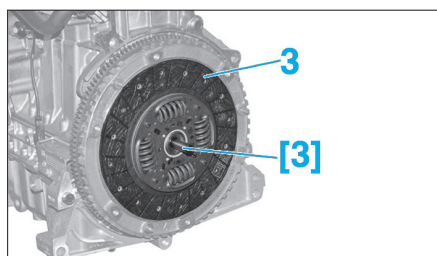

Fig. 3
- Centrer le disque (3) à l'aide d'un centreur approprié [3] (Fig.3).